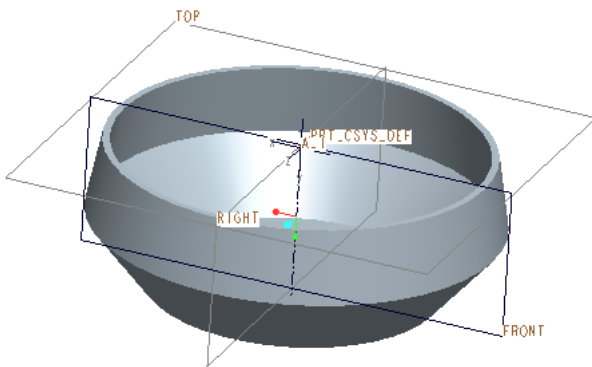

図 3-51 フィーチャー完成
- ・フィーチャーツールバーから「シェル」を選択すると図 3-51 に示す完成部品が表示される。